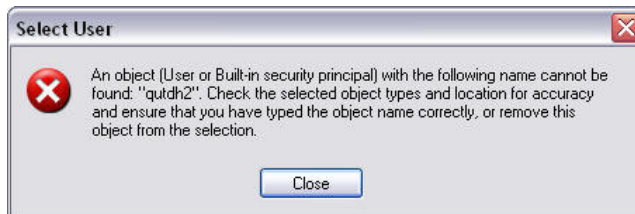

图 61
- j. 如果计算机找不到您的用户名，显示图 61 中所示的错误信息。检查选择对象类型和位置是否精确，再次尝试输入您的用户名。如果仍然收到错误信息，联系您的 IT 人员给予帮助。